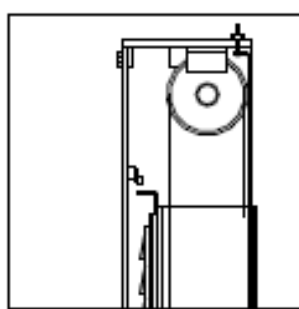

Fig. 17
4. Si el elevador alcanza la altura máxima, se presiona el final de carrera (Fig.17).
7. Si la parte móvil excede su distancia de desplazamiento, en la parte superior de columna de comando hay dos interruptores de límite conectados en serie y generalmente se activan mediante el "actuador" (fig.17) en el carro del lado de comando. Si el primer interruptor de límite no funcionó, el segundo se desconectaría después de 3 segundos de funcionamiento del carro.